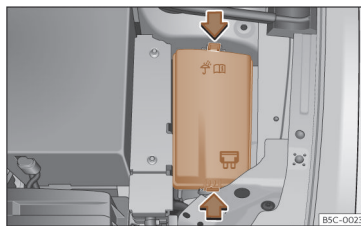

Fig. 212 Dans le compartiment moteur : cache du boîtier de fusibles.
- Appuyez sur les languettes de verrouillage pour déverrouiller le cache du boîtier à fusibles >>> **fig. 212**.